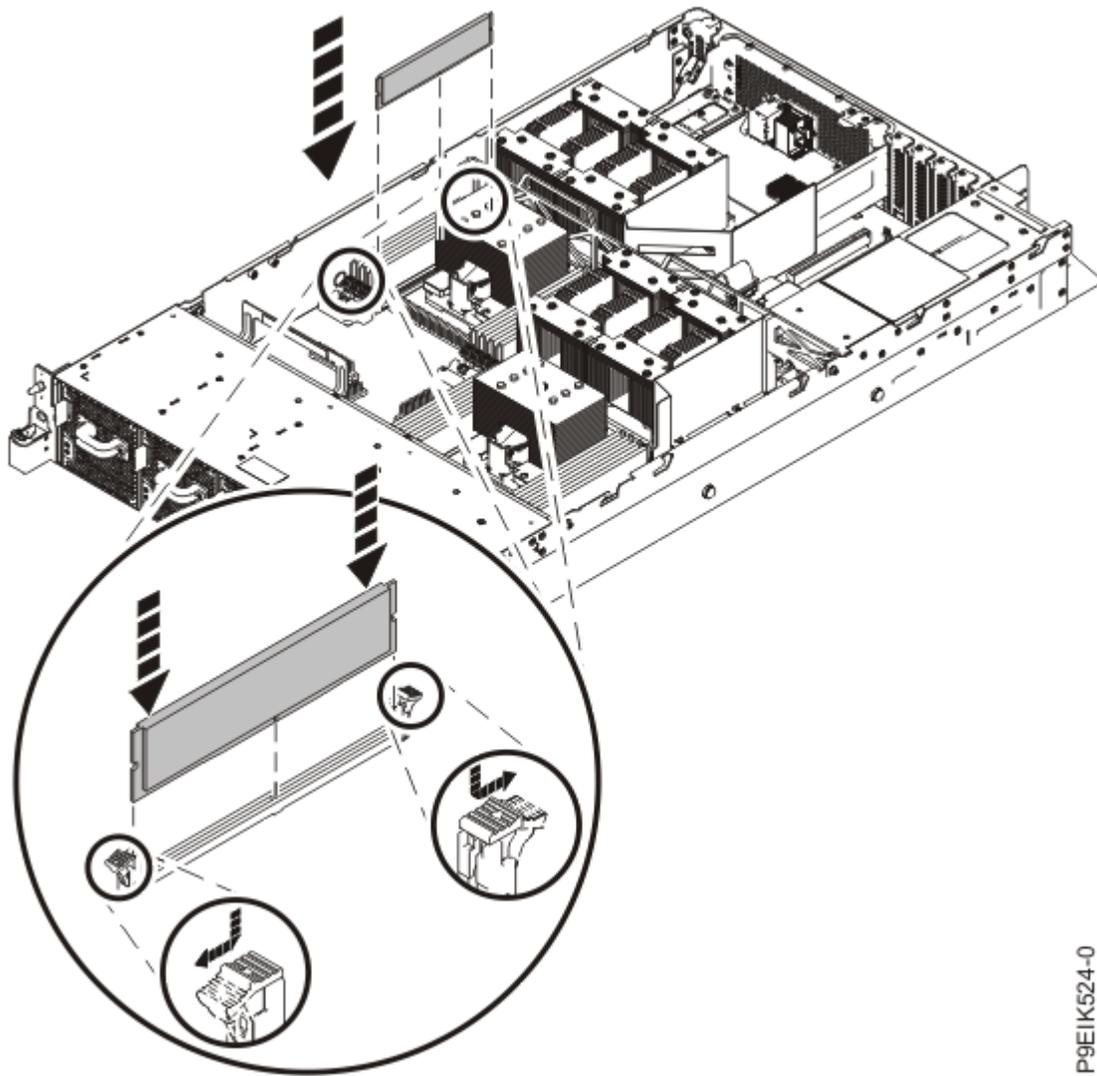

Figura 31. Instalar módulos de memória
- a) Empurre as patilhas de bloqueio até à posição de aberto, afastadas da ranhura, na direcção apresentada na Figura 31 na página 36.